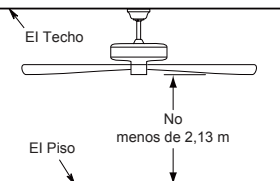

Figura 2
2. Retire el clip de horquilla y pasador de horquilla de la parte inferior de la bola para colgar. Retener el pasador y clip para la reinstalación en el paso 5. (Figura 2)
Debe colgar el ventilador a una distancia mínima de 2,13 m desde las aspas hasta el piso. (Figura 2)
Para evitar una posible descarga eléctrica, asegúrese de cortar la alimentación eléctrica de la caja de fusibles principal antes de alambrado el ventilador. (Figura 2)